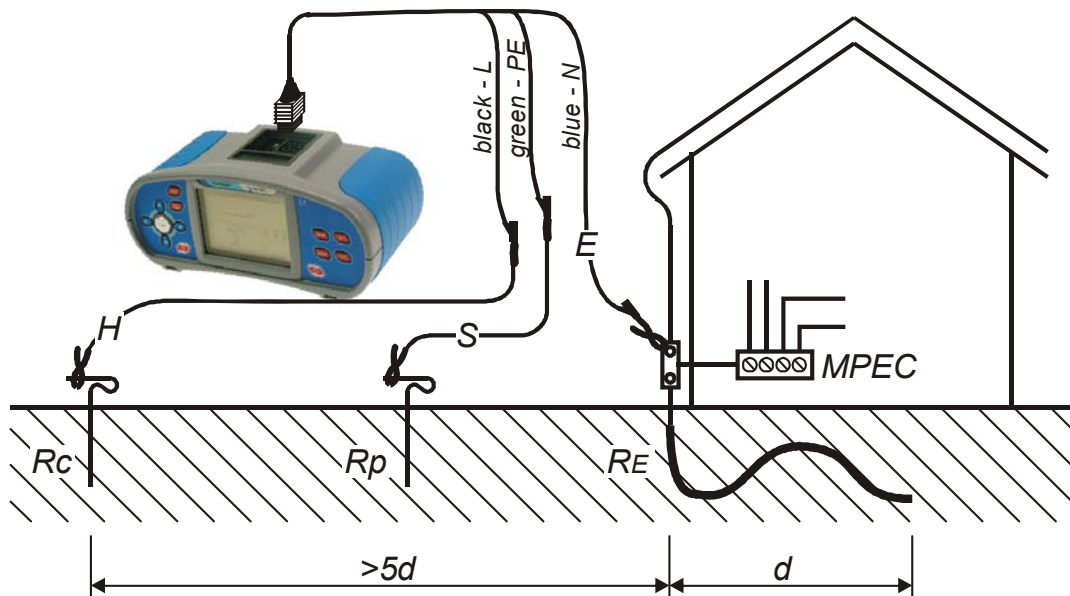

Abb. 5.31: Erdungswiderstandsmessung (3 Leiter) – System-Erdungswiderstand
- Schließen Sie die Prüflitungen an die zu prüfende Anlage und Messsonden (siehe Abb. 5.31 und 5.32).